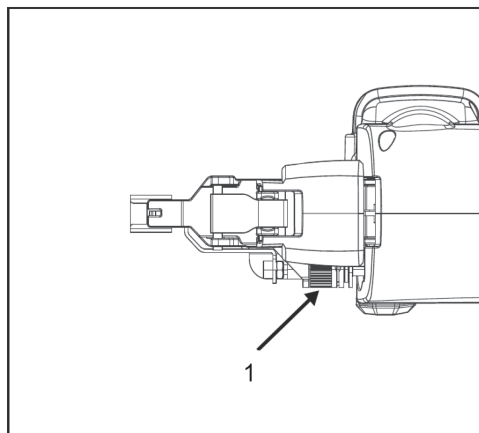

Рис. 15
- Глубина забивания регулируется поворотом регулятора глубины, расположенного в передней части инструмента (поз 1 Рис.15)